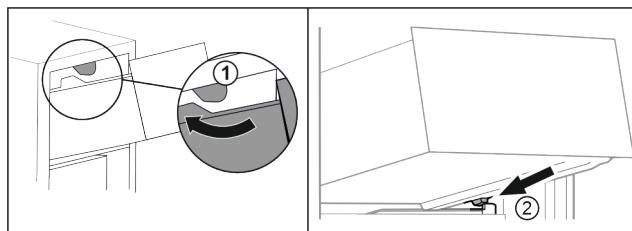

Fig. 16
- Прокарайте чекмеджето около горните ограничители Fig. 16 (1).
- Поставете чекмеджето под ъгъл зад долните ограничители върху реброто на съда Fig. 16 (2).